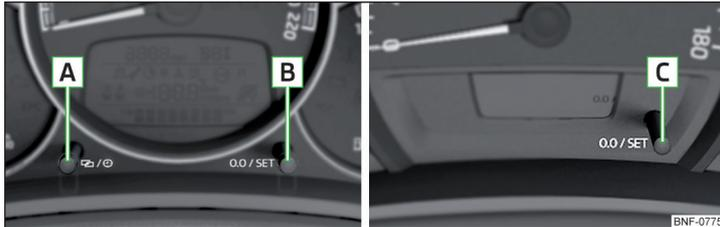

Fig. 21 Teclas en el cuadro de instrumentos combinado: Variante 1 y 2 / Variante 3
- ▶ Mantener presionada la tecla [C] » fig. 21 de la pág. 38, hasta que parpadea el indicador de la hora y la temperatura externa en la pantalla.
- ▶ Mantener presionada la tecla [A] » fig. 21 hasta que parpadee el indicador de horas en la pantalla.
- ▶ Mantener presionada la tecla [C] » fig. 21 hasta que parpadea el indicador de la hora en la pantalla.
➤ Presionar la tecla **B** y/o **C** » fig. 21 de la pág. 38.
➤ Seleccionar el contador para el kilometraje recorrido (trip) y mantener presionada la tecla **B** o **C** » fig. 21 de la pág. 38.